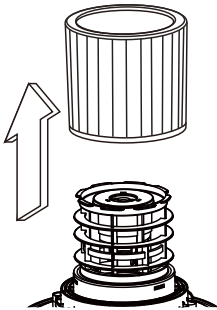

Fig. 12
19. Con el cabezal motriz retirado y boca abajo, extraiga cuidadosamente el filtro de cartucho 20 del habitáculo del filtro. Fig. 12.